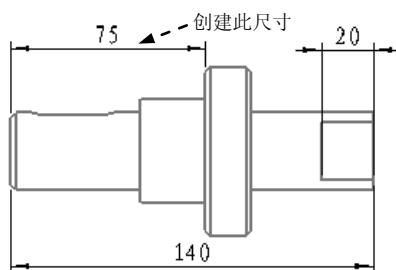

图 5.2.88 显示尺寸 (三)
Step8. 不退出 **ATTACH TYPE (依附类型)** 菜单, 在主视图中创建图 5.2.88 所示的尺寸。